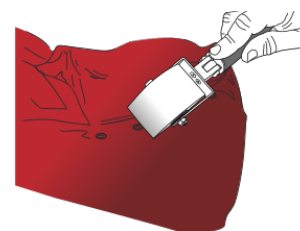

Figure 19
- › Passer ensuite la ROLLRIV (FIG. 19) sur le film pour le faire adhérer sur toute la surface du rivet puis faire le tour du rivet avec la raclette ou le pouce.